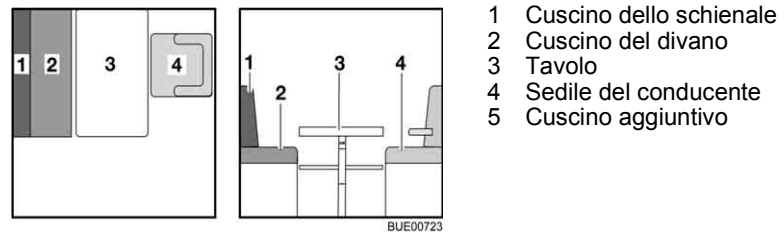

Fig. 116 Prima della trasformazione
- Ruotare il sedile del conducente (Fig. 116,4) e spostarlo completamente in avanti.
- Trasformare il tavolo (Fig. 116,3) in struttura di supporto letto (vedi paragrafo 6.10).
- Riporre il cuscino dello schienale (Fig. 116,1).